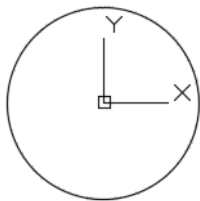

图 3-1 绘制圆
- 1) 在一个新的图形文件中，在当前坐标原点处绘制一个直径为15的圆，如图3-1所示。